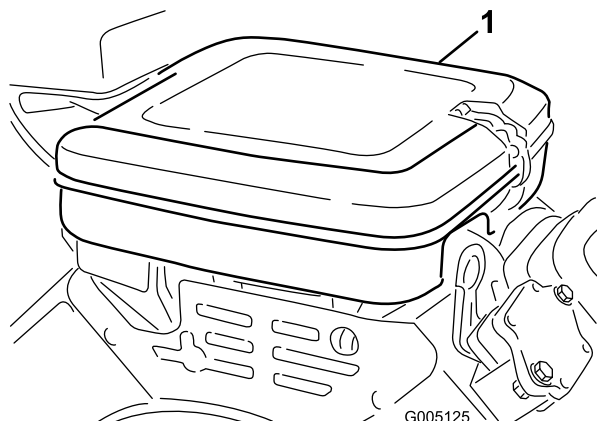

Figura 47
1. Liberte os dispositivos de bloqueio e retire a cobertura do filtro de ar (Figura 47). Limpe bem a cobertura.